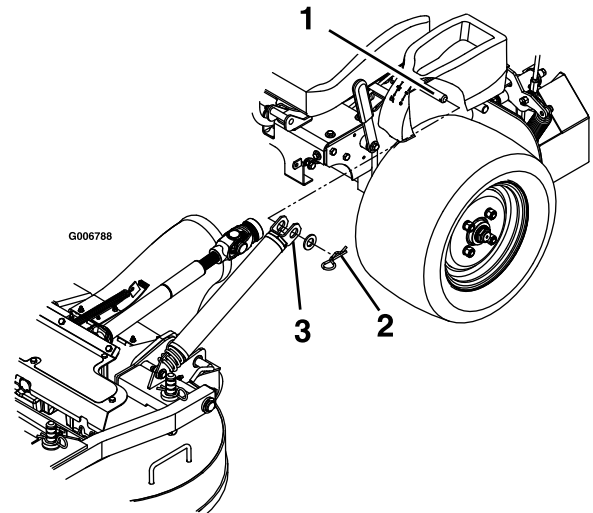

Bild 77
4. Nehmen Sie die Splinte und Scheiben oben an der Mähwerkhubstützenfeder an jeder Seite der Maschine ab (Bild 77).
10. Befestigen Sie die Federn an den Federankerstiften unter dem linken und rechten Bedienfeld sichern Sie diese mit einer Scheibe und einem Splint (Bild 77).